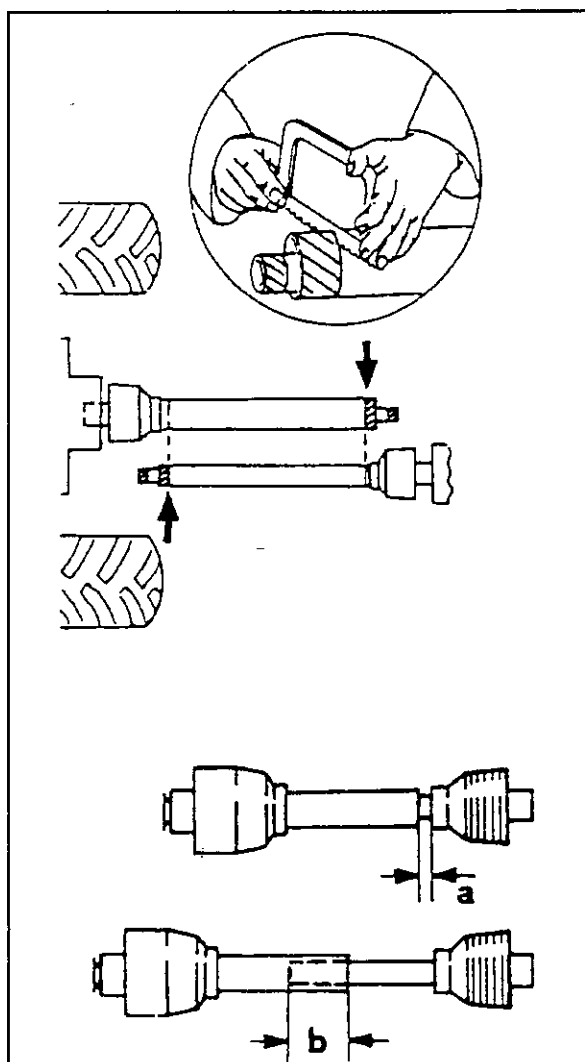

Fig. 4-8
- Accostare le due metà e controllare che l'albero cardanico si sovrapponga sufficientemente con la macchina sollevata e abbassata (Fig. 4-8). L'albero non deve essere mai appoggiato al blocco.